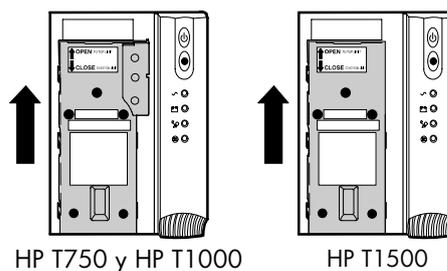

Figura 3 Cómo Retirar la Cubierta de la Batería
- 3 Deslícelo hacia arriba y retire la cubierta metálica de la batería (consulte Figura 3).